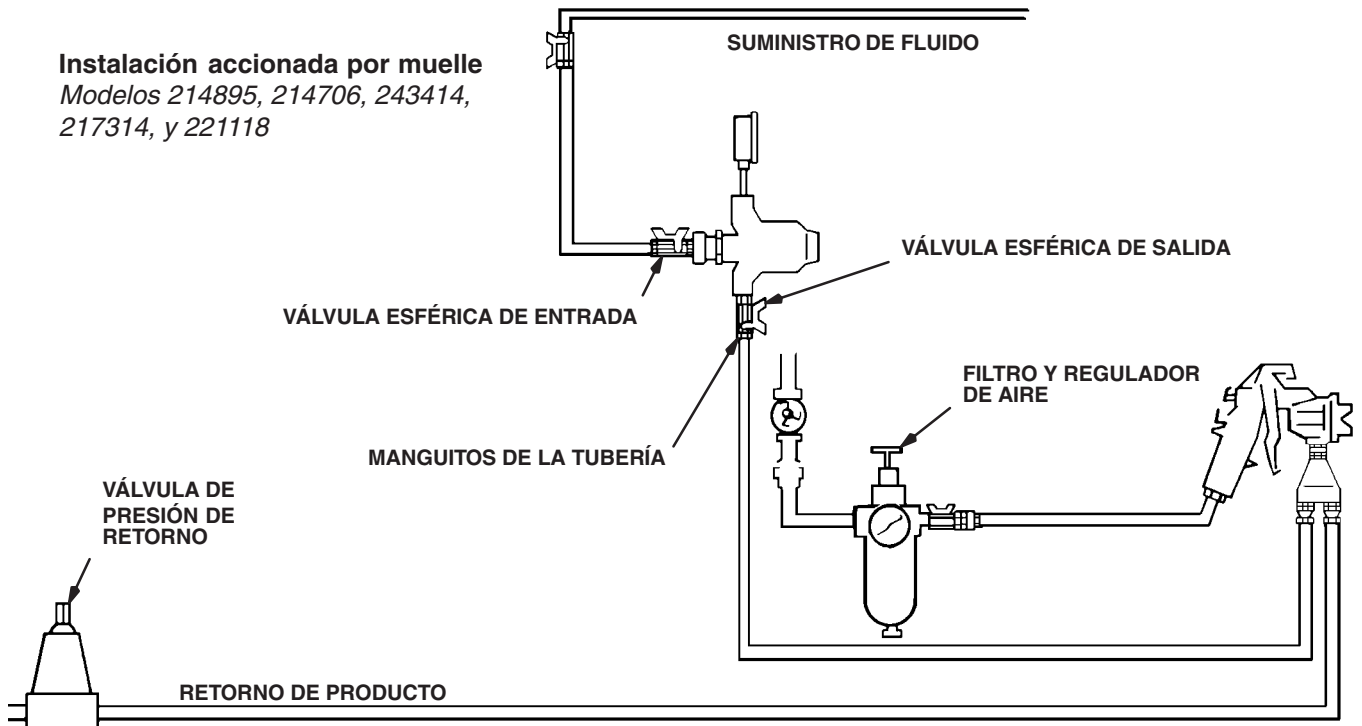

Fig. 1
2. Cierre la válvula esférica de entrada del regulador. Consulte la Fig. 1.
- a. Cierre la bomba y libere la presión en el sistema abriendo la válvula de presión de retorno u otra válvula de derivación. Vea la Fig. 1.
2. Ponga en marcha la bomba y abra la válvula esférica de entrada del regulador para admitir el fluido. Vea la Fig. 1.